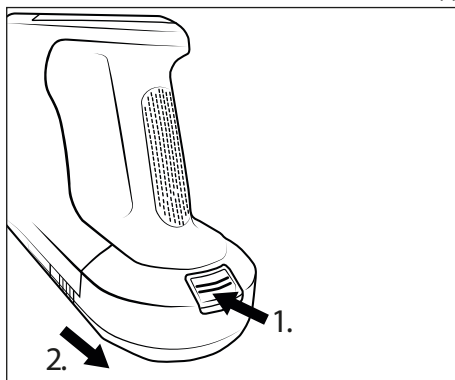

Fig. 13
- ◆ Per rimuovere la batteria ② dall'apparecchio, tenere premuto il tasto di sblocco batteria ① e sfilare la batteria ② dall'apparecchio (vedere fig. 13).